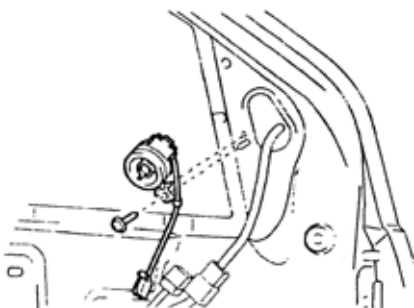

图 9-177
(2)拆下螺母和前门 2 号扬声器总成，如图 9-177 所示。